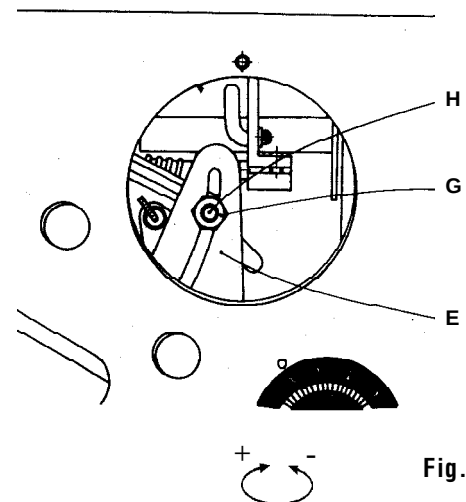

Fig. 9
6.7 Réglage de la largeur du dessin (Fig. 9)